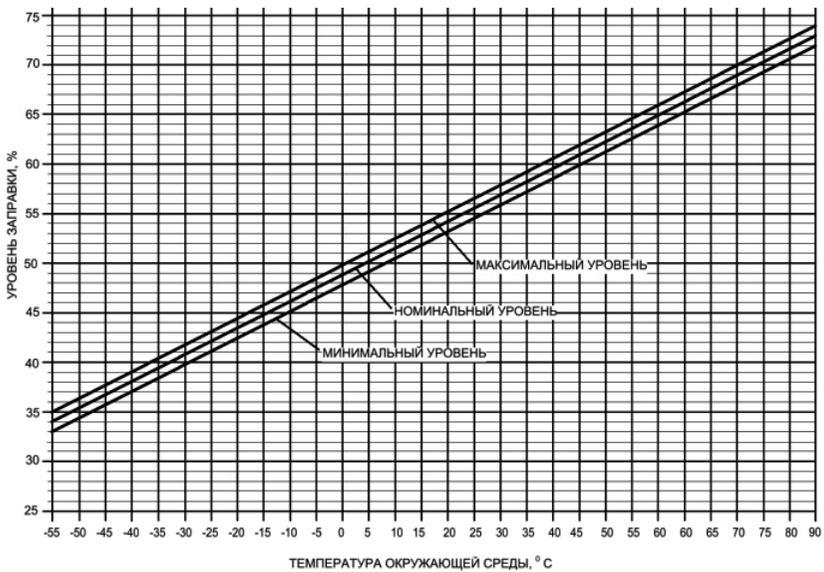
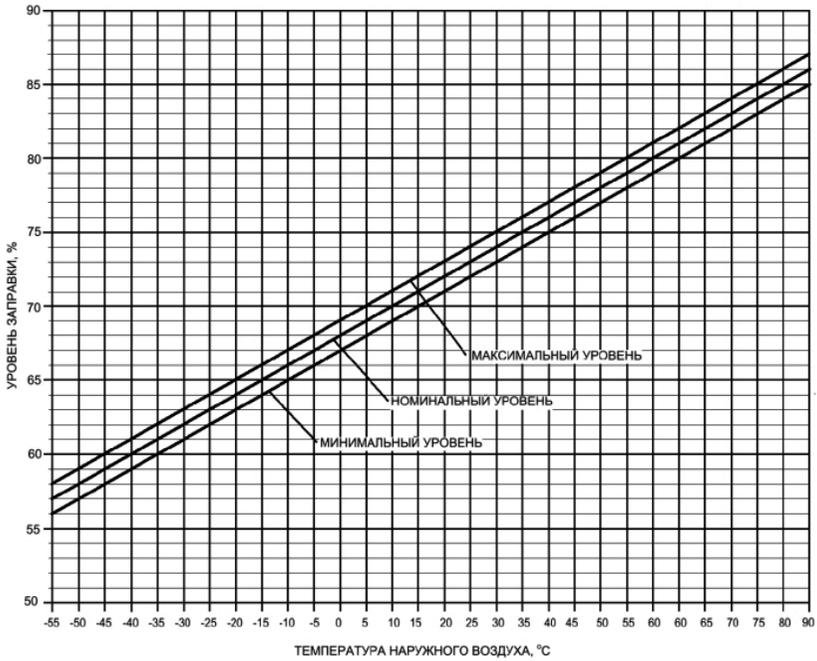
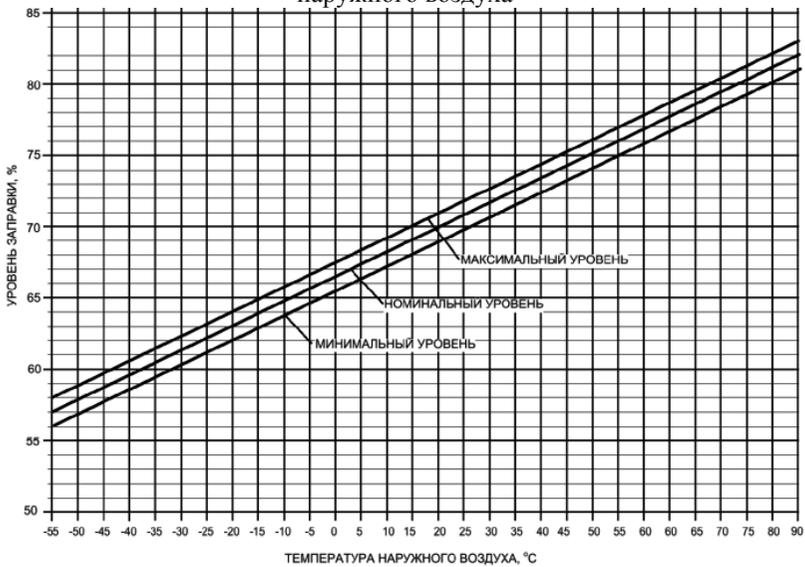

Рис. 22. Зависимость уровня заправки гидробаков ГС1 от температуры наружного воздуха
Рис. 23. Зависимость уровня заправки гидробаков ГС2 от температуры наружного воздуха
Рис. 24. Зависимость уровня заправки гидробаков ГС3 от температуры наружного воздуха
3. Убедитесь в том, что уровень гидравлической жидкости в каждом гидробаке находится в диапазоне между минимальным и максимальным уровнями: ГС1 (рис. 22), ГС2 (рис. 23) ГС3 (рис. 24).